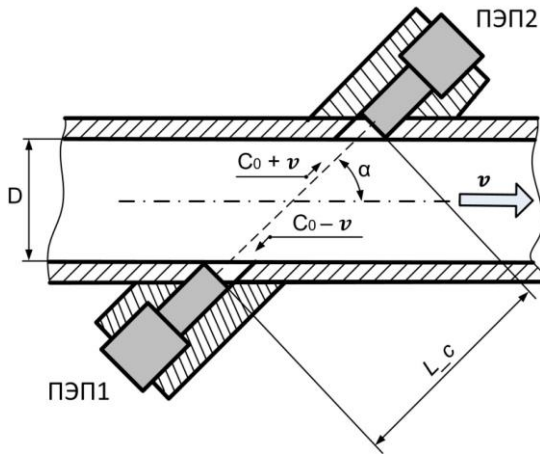

Рисунок 3.2 – Измеряемые метрологические размеры
3.3.1 Работа расходомера основана на методе прямого измерения времени прохождения ультразвука в жидкости от одного датчика ПЭП к другому (рисунок 3.2).